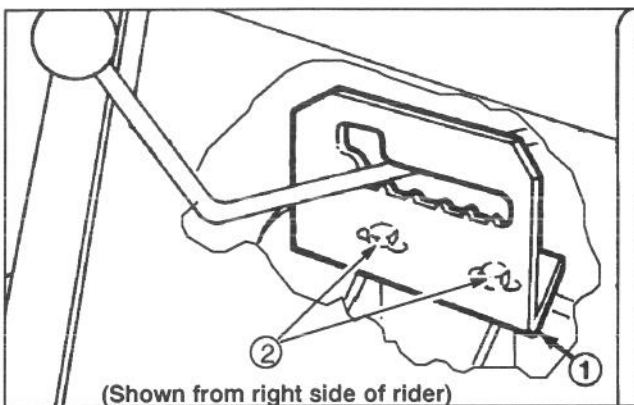

Abbildung 31
2. Die zwei (2) Sechskantschrauben lockern, mit denen das Schaltprofil am Getriebe abgesichert wird (Abb. 31).